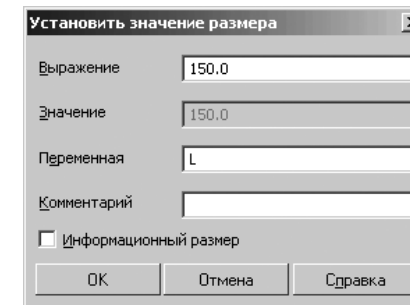

Рис. 3.87. Результат введения имени переменной L параметру – длина проушины
- введите в выделенное поле имя L. Это состояние диалогового окна **Установить значение размера** показано на рис. 3.87.